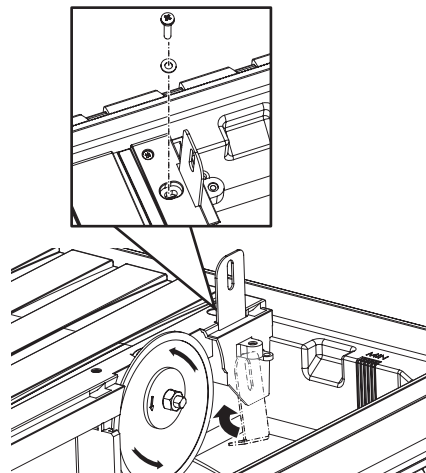

Рис. 6
- Установите расклинитель соосно пильному диску, зафиксируйте винтами (Рис.6).
- Установите внутреннюю крышку на место и закрепите её (Рис.6).